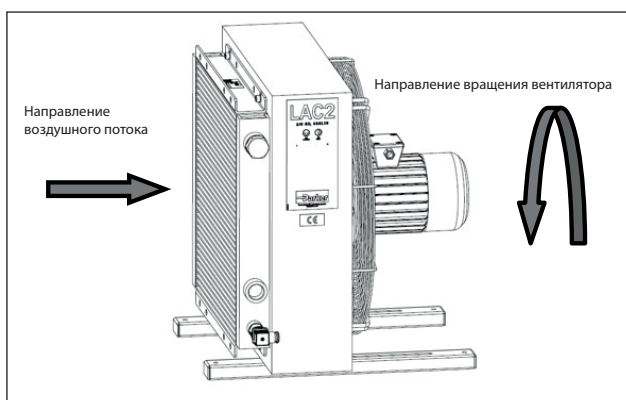

Рис. 25
6. Во время работы проверяйте, чтобы при включении вентилятора направление вращения и поток воздуха соответствовали схеме Рис. 25.